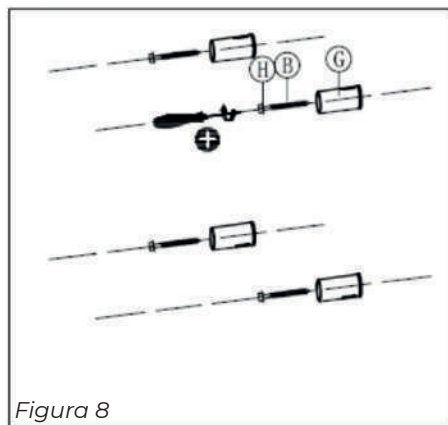

Figura 8
7. Parafuse os quatro suportes externos da parede com parafusos autoperfurantes (Figura 8, pos. B) e anéis espaçadores (Figura 8, pos. H) nos quatro bujões.